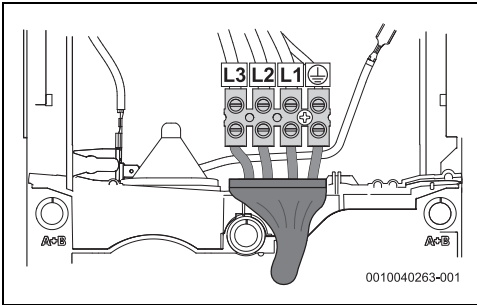

Fig. 97 Raccordement inférieur pour câble court
- Raccordement inférieur pour câble court (fig. 97)